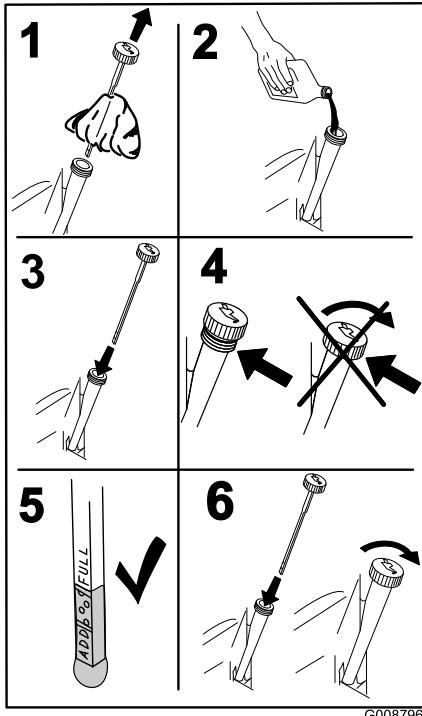

Figura 46
4. Versate lentamente circa l'80% dell'olio indicato nel tubo di rifornimento e sempre con cautela rabboccate l'olio necessario per portarlo alla tassa di **Pieno** (Figura 46).